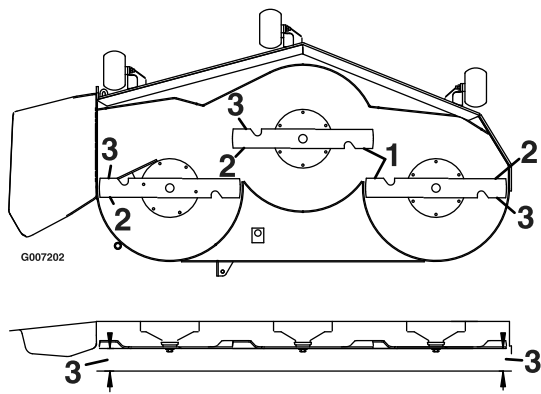

Figura 69
4. Mida entre los bordes de corte exteriores y la superficie plana (Figura 69).